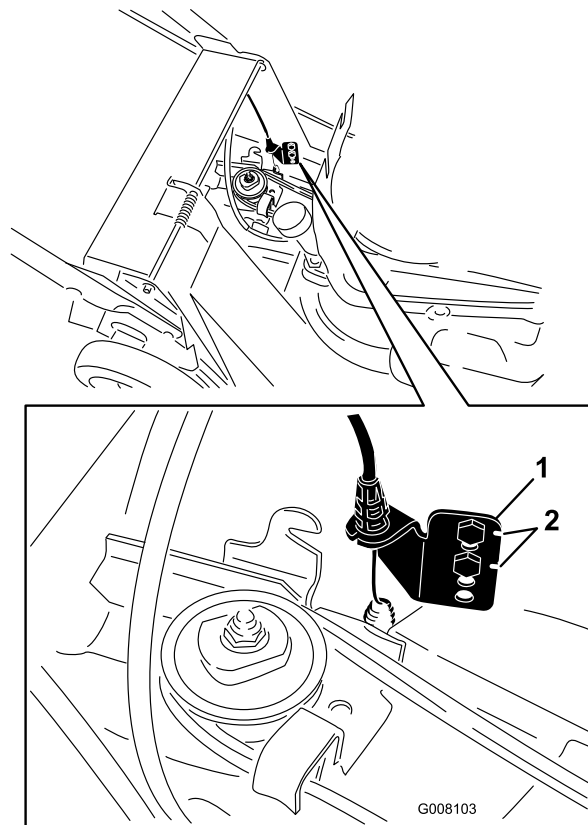

Figura 27
7. Retire los tornillos del soporte de anclaje inferior (Figura 27).
8. Mueva el soporte de anclaje un taladro hacia arriba (Figura 27).
Nota: Cuando instale una correa nueva, vuelva a colocar el soporte de anclaje inferior en su posición original de fábrica, indicada por las muescas situadas junto a los taladros del soporte (Figura 27).